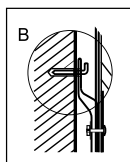

Рис. 10
2. Определите точки для отверстий под распорные болты с крюками (определяются в соответствии со спецификацией прибора, который вы выбрали). Просверлите в стене два отверстия соответствующей глубины с использованием сверла, подходящего по размеру под распорные болты, прилагаемые к водонагревателю, вставьте винты, поверните крюк вверх, плотно затяните гайки и затем повесьте электрический водонагреватель на эти крюки (см. Рис.10).